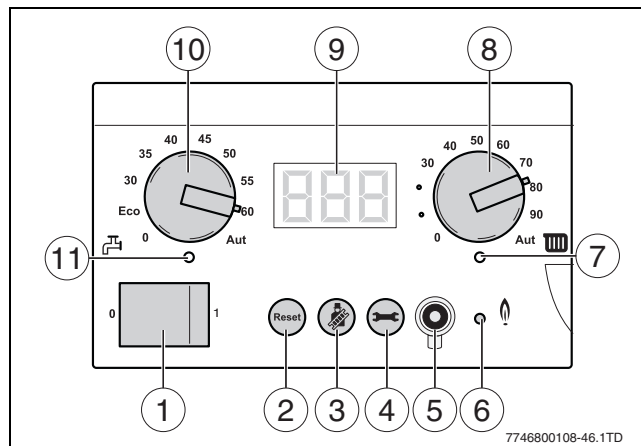

Fig. 6 Panou de comandă
- ▶ Setezi întrerupătorul de pornire/oprire în poziția „1” (→ Fig. 6, [1]).